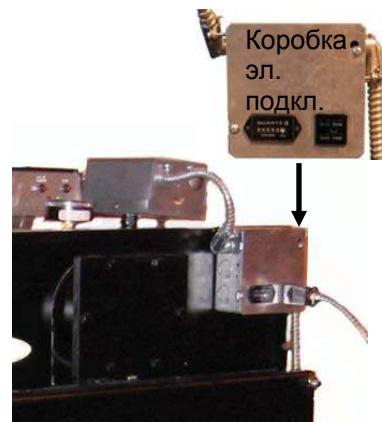

Рис. 67
5. Направьте оставшуюся часть кабеля из коробки для проводки корпуса (является частью жгута электропроводки органов управления котла (С)) к распределительной коробке, описываемой в шаге 4.(Рис. 67)